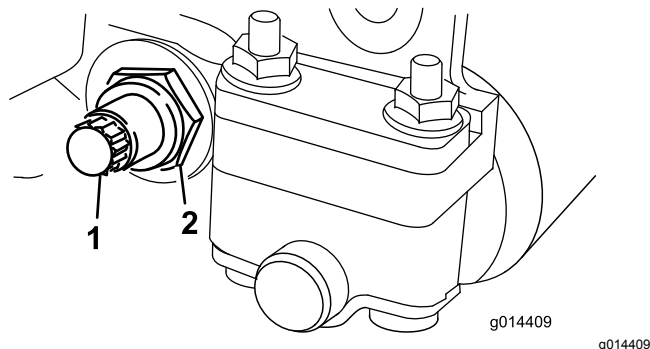

图14
3. 在机器的另一侧松开固定底刀架螺栓 图14 的锁紧螺母。
4. 拆下两个底刀架螺栓向下拉动底刀架并从滚刀组上拆下来 图14。